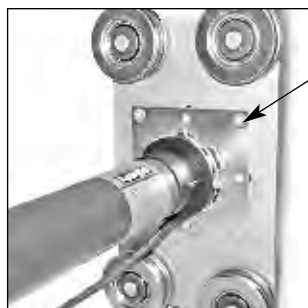
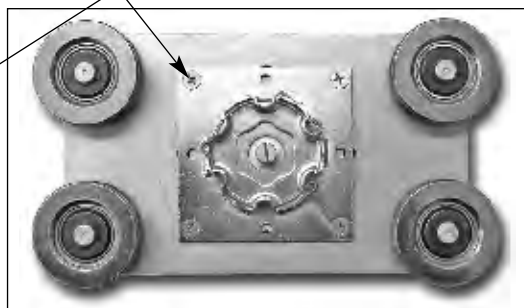

Рис.2.4 Крепление двигателей "Somfy" серий LT 50, LT 60, Altus 50RTS, Altus 60RTS.
Рис.2.5 Установка крепления KMF/60.
- серии LT 50, LT 60, Altus 50RTS и Altus 60RTS (рис.2.4) устанавливаются на крепление KMF/60. Крепление монтируется на каретке при помощи четырех винтов М6х10 с потайной головкой (рис.2.5).